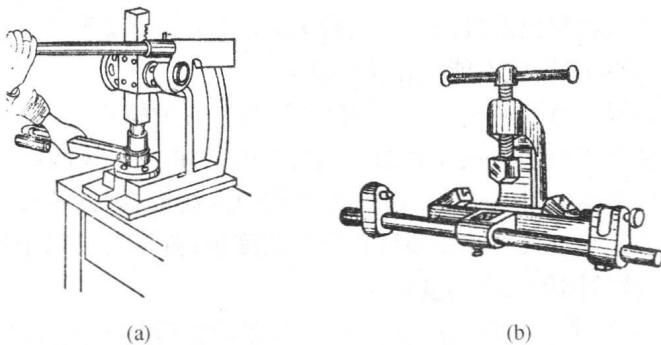

图 1-2 钳工简单设备作业示例
2) 简单设备作业,如图 1-2 所示的压装滑动轴承套、轴的矫正,以及钻扩铰孔、表面研磨、抛光等。